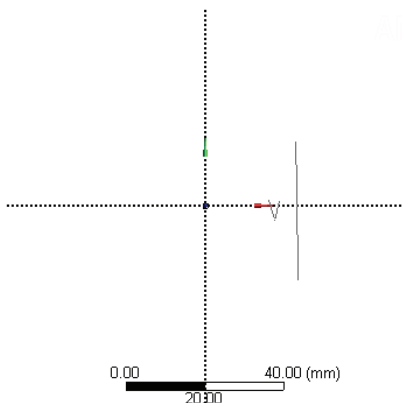

图 3-89 绘制第一条竖直边
- 5) 在图形区域绘制第一条竖直边。方法为单击屏幕上的一个点，然后移动鼠标至图形中显示 V 字母（见图 3-89）；然后再单击鼠标即可得到第一条竖边。